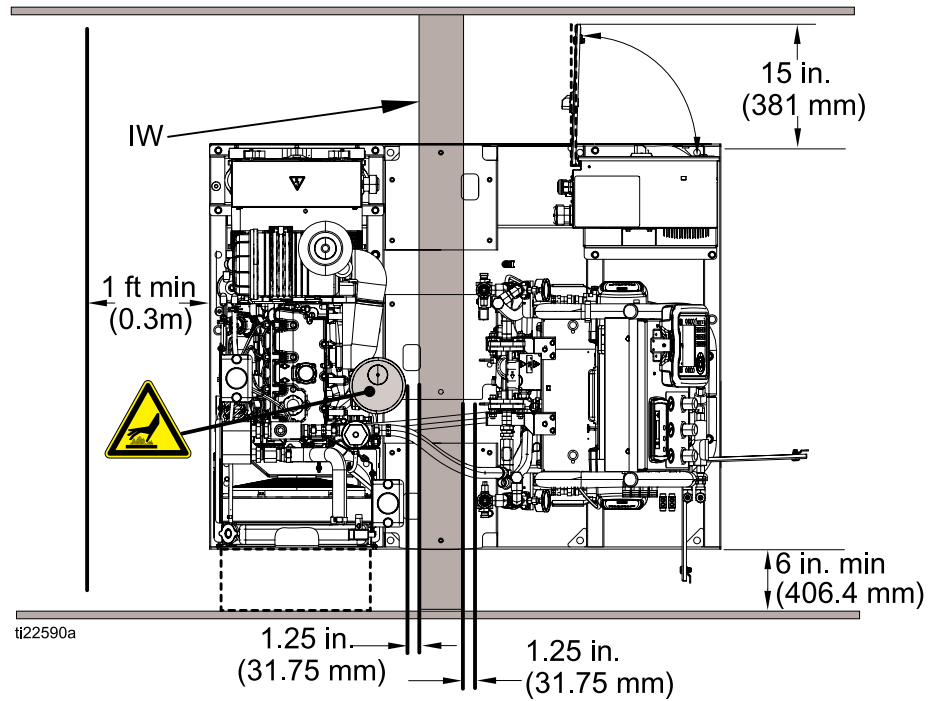

Figure 22 Vista superior con separador
4. Coloque el separador (IW) donde estaba ubicado el tanque de combustible. Asegúrese de que haya al menos unos 31,75 mm (1,25 pulg.) entre el muro y el silenciador de escape. Consulte la Fig. 22. Vista superior con separador